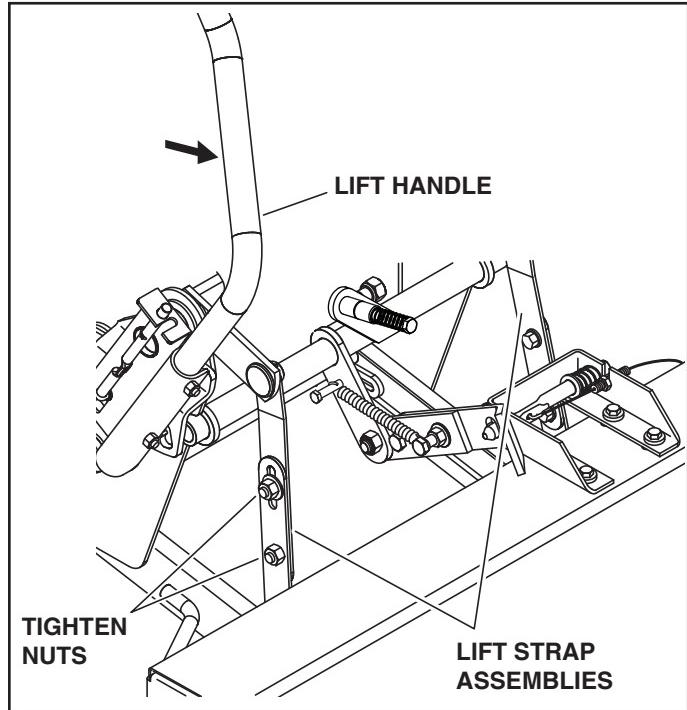

FIGURE 26
STEP 27: ADJUST LIFT STRAPS (SEE FIGURE 26)